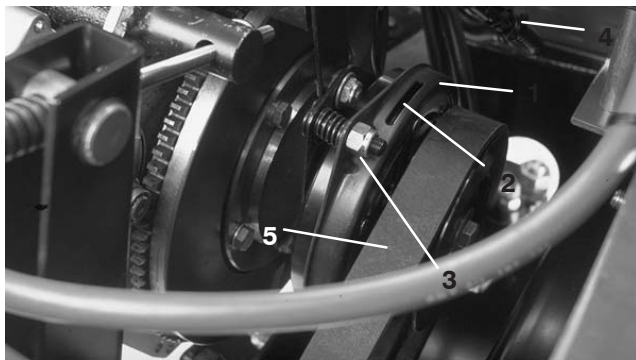

Figure 53
2. Débranchez le connecteur électrique de l'embrayage (Fig. 53).
3. Réglez l'entrefer de façon à pouvoir passer une jauge d'épaisseur de 0,38 mm entre la garniture d'embrayage et la plaque de frottement en poussant légèrement (Fig. 53). Pour diminuer l'entrefer, tournez l'écrou de réglage dans le sens horaire (Fig. 53). L'entrefer ne doit pas dépasser 0,76 mm.